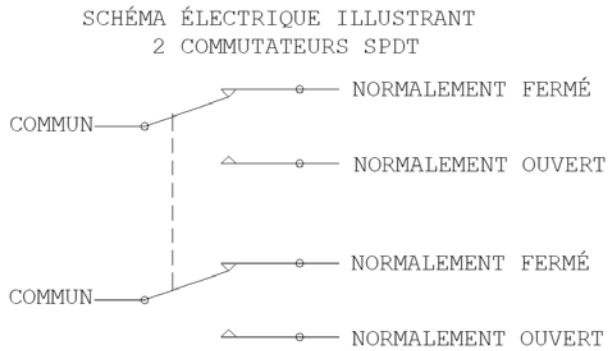

Figure 1 : Schéma 2 commutateurs SPDT
3. Une fois l'unité montée, le couvercle doit être enlevé pour régler la came sur l'arbre afin d'actionner le micro-contact au point désiré. Tant la palette et le contrepois peuvent être desserrés, tournés et resserrés sur l'arbre pour atteindre l'actionnement approprié. Voir les figures 1 et 3 à 6.
6. Le câblage du site doit répondre ou surpasser les exigences du Code national d'électricité et de toute autre agence ou autorité ayant une compétence juridique sur l'installation. Les raccords de conduites doivent répondre aux normes CSA et UL en vigueur. Voir les figures 1 à 5 pour plus d'informations sur le câblage.